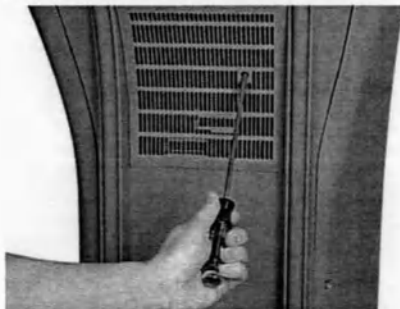

Рисунок 7-9: Отвертка вставлена в отверстие на задней панели системы
- 6 Вставляйте отвертку в небольшое отверстие в вентиляционном проеме на задней панели сепаратора (рис. 7-9), пока не коснетесь конца с пазом на штыре, прикрепленном сзади кассетного лотка. Возможно, для нахождения штыря потребуется вставить отвертку под углом.